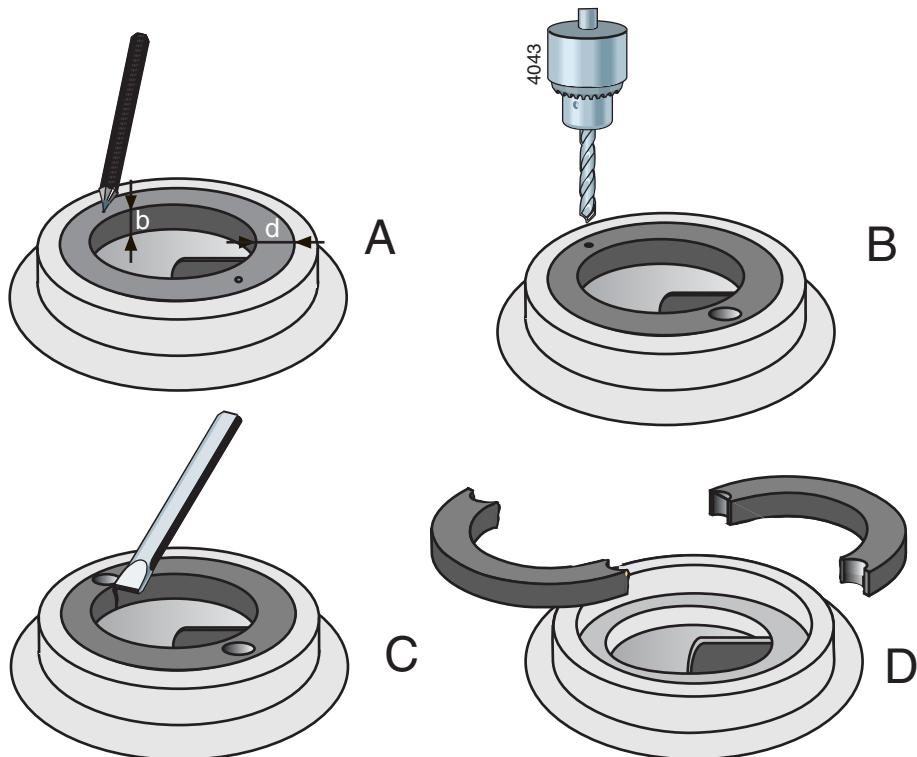

Рисунок 16: Извлечение компенсационного кольца
- 1 Измерьте толщину (d) и ширину (b) кольца, см. Рисунок 16 А.
- 2 Проделайте центрующие отверстия посередине кромки кольца в двух противоположных точках, см. Рисунок 16 В.
- 3 С помощью сверла с диаметром несколько меньшим, чем толщина кольца (d), просверлите в кольце два отверстия, см. Рисунок 16 С. Глубина сверления не должна превышать ширину кольца (b). Страйтесь не повредить установочную фаску корпуса насоса.
- 4 Пользуясь зубилом, вырубите оставшуюся часть толщины кольца. Теперь кольцо можно разделить на две части и извлечь его из корпуса насоса, см. Рисунок 16 D.